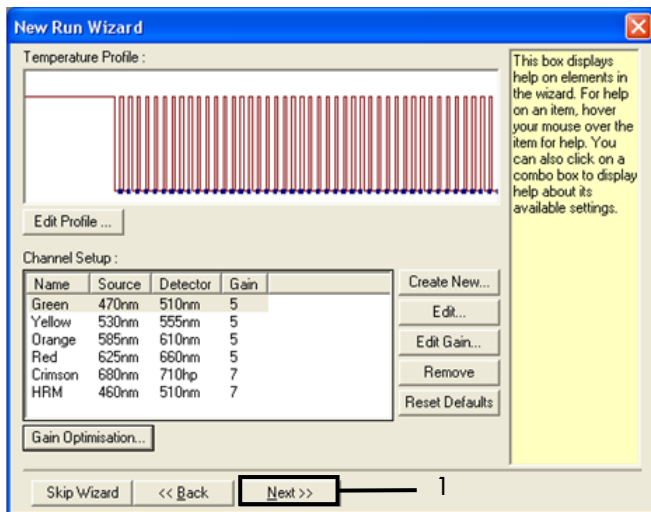

Figure 32. « Next » (Suivant) (1).
15. Cliquer sur Next (Suivant) (figure 32). Cliquer sur Save Template (Enregistrer le modèle) pour enregistrer le modèle du *therascreen* EGFR RGQ PCR Kit (fichier \*.ret) dans un emplacement approprié.